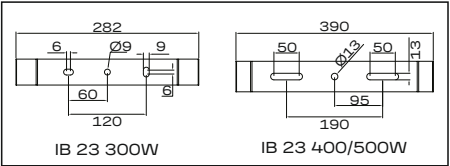
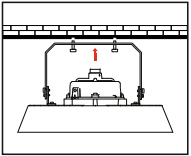

Рис. 3
Рис. 4
- 5.12.3 Подготовьте отверстия для винтов в потолке в соответствии с указанными размерами монтажного кронштейна (рис. 3), после чего надежно закрепите кронштейн (рис. 4).